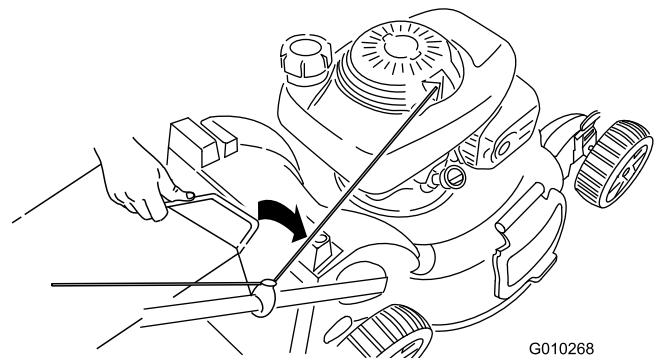

Figura 27
3. Inserite la maniglia del cesto di raccolta nelle scanalature presenti sulla parte superiore della tosaerba (Figura 27).